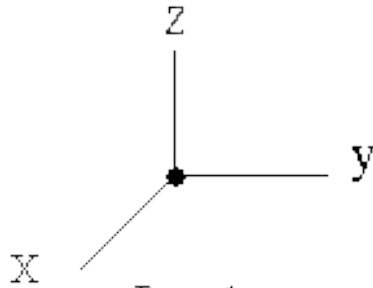

Рис. 1.
- Условное соглашение – берут правую систему координат (рис. 1).